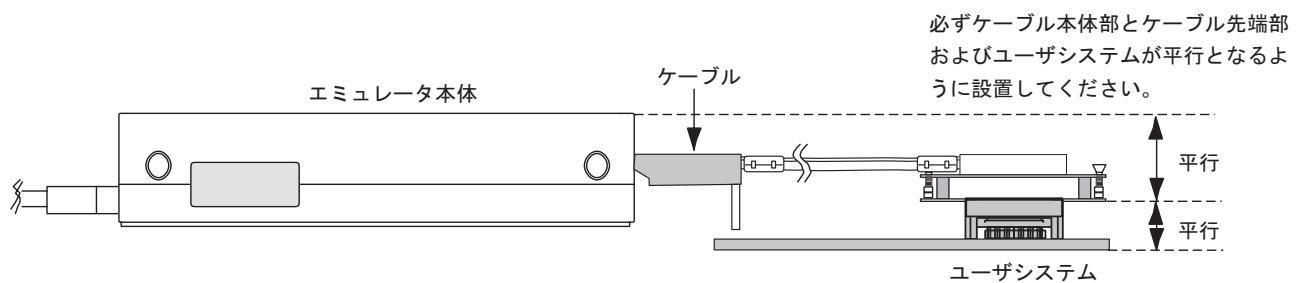

図1-1 設置例
- (1) ユーザシステムへの接続時には1ピン位置に十分注意して、誤接続は絶対にしないでください。
- (2) 本ユーザシステムインターフェースケーブルを使用する場合の推奨マウントパッド寸法は、MCU実装用マウントパッド寸法とは異なりますので注意してください。
- (3) 本ユーザシステムインターフェースケーブルは、HS3664EPI61HおよびHS3664EPI62Hエミュレータ専用ですので、他のエミュレータ本体には使用しないでください。
- (4) ケーブル本体部が断線する可能性がありますので、本ユーザシステムインターフェースケーブルの上に重いものや金属等の角の尖ったものを置かないでください。
- (5) ユーザシステムに接続した状態では、ユーザシステムインターフェースケーブル、特にケーブル先端部に無理な力が加わらないように注意する必要があります。図1-1の設置例を参照してご使用ください。